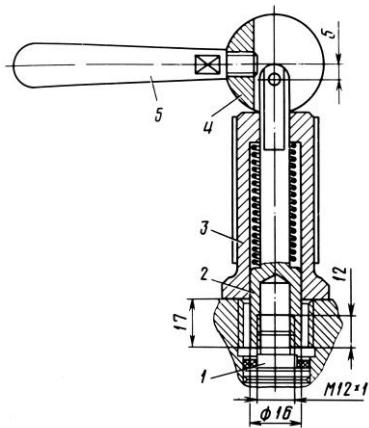
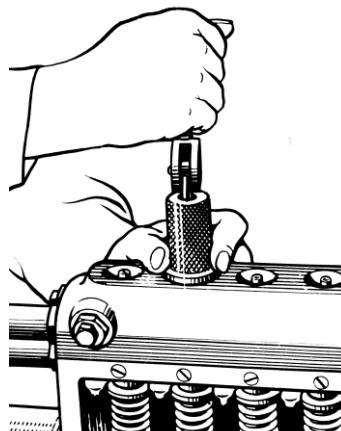

Рис. 93. Съемник седла нагнетательного клапана:
Рис. 94. Снятие седла нагнетательного клапана
3. Снять контрящие сухари, вывернуть штуцеры и специальным съемником (рис. 93) извлечь из корпуса насоса седло вместе с нагнетательными клапанами. Для снятия навернуть оправку 2 съемника на резьбу седла 1 нагнетательного клапана до упора втулки 3 в корпус насоса. Поворачивая эксцентрик съемника вверх, извлечь седло нагнетательного клапана (рис. 94).